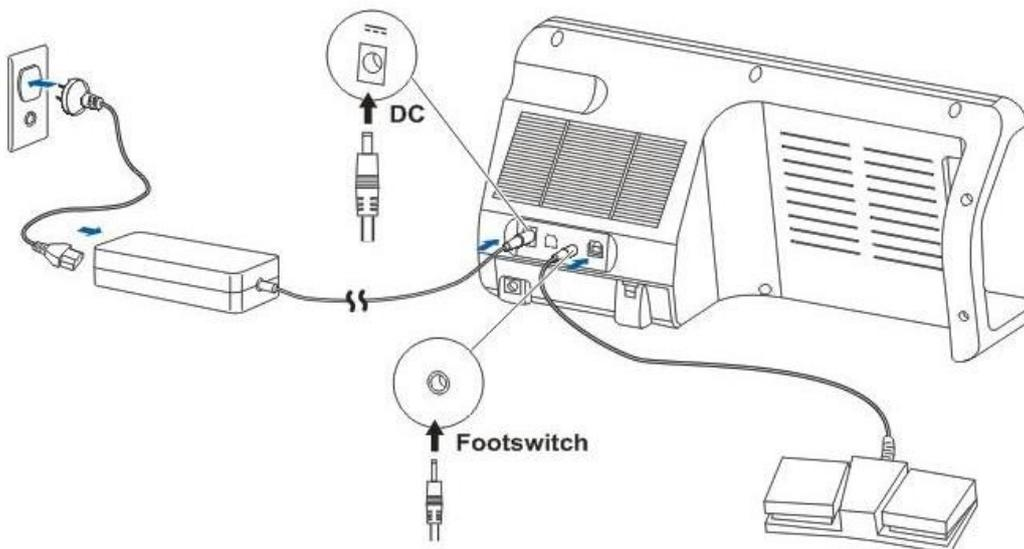

Figura 3.5 Conexión de la interfaz externa
- 2) Conecte un extremo del cable de alimentación con el adaptador de corriente y el otro extremo a la toma de corriente, como se muestra en la figura 3.5.
Enchufe el conector del interruptor de pedal en el zócalo del interruptor de pedal en el panel trasero del instrumento, como se muestra en la Figura 3.5.